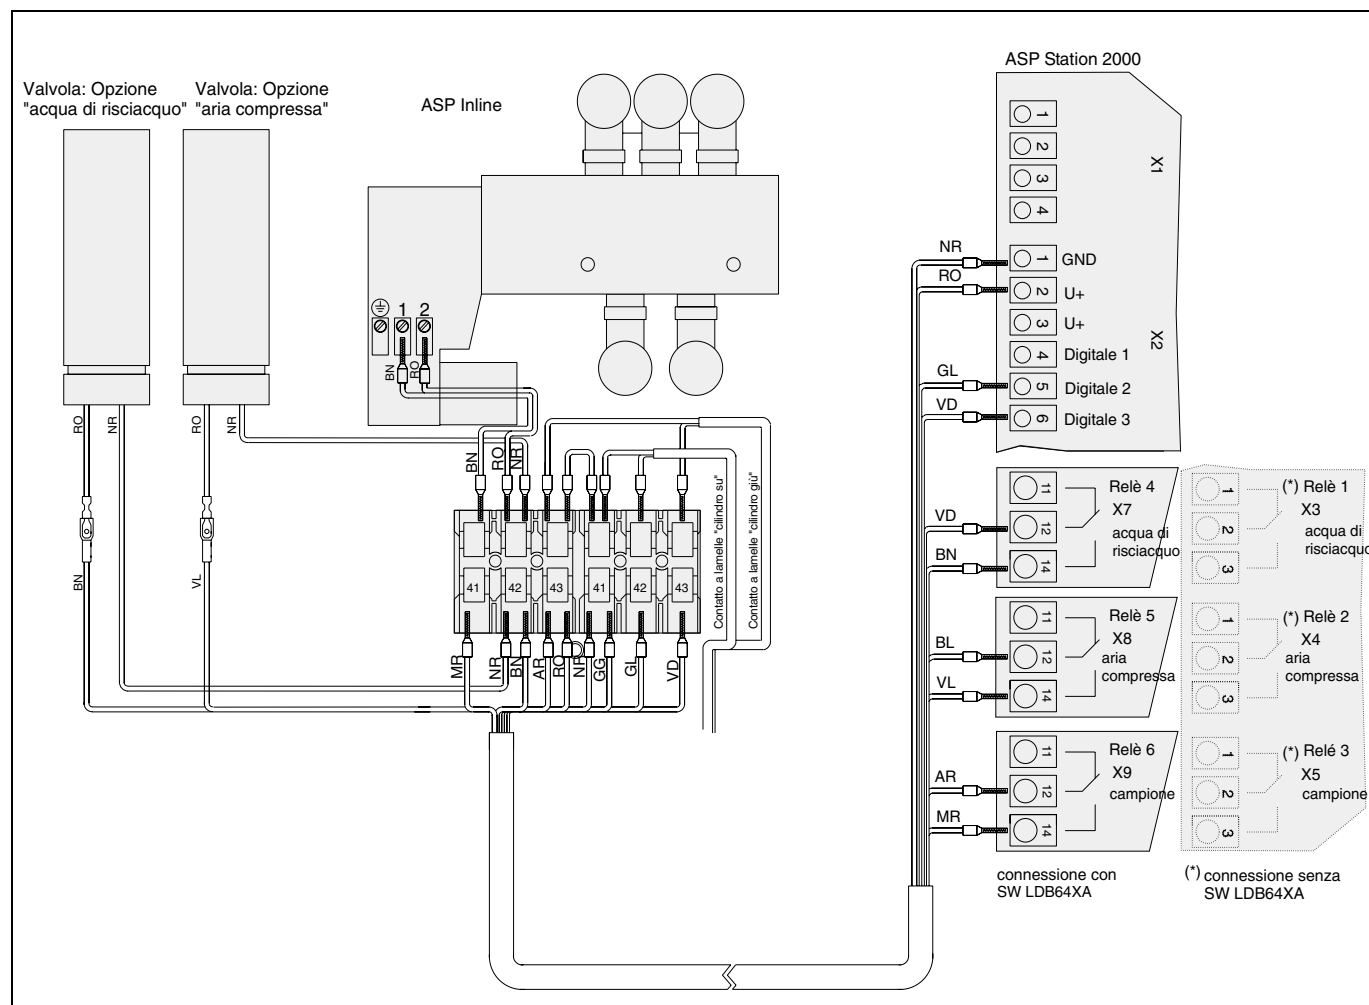
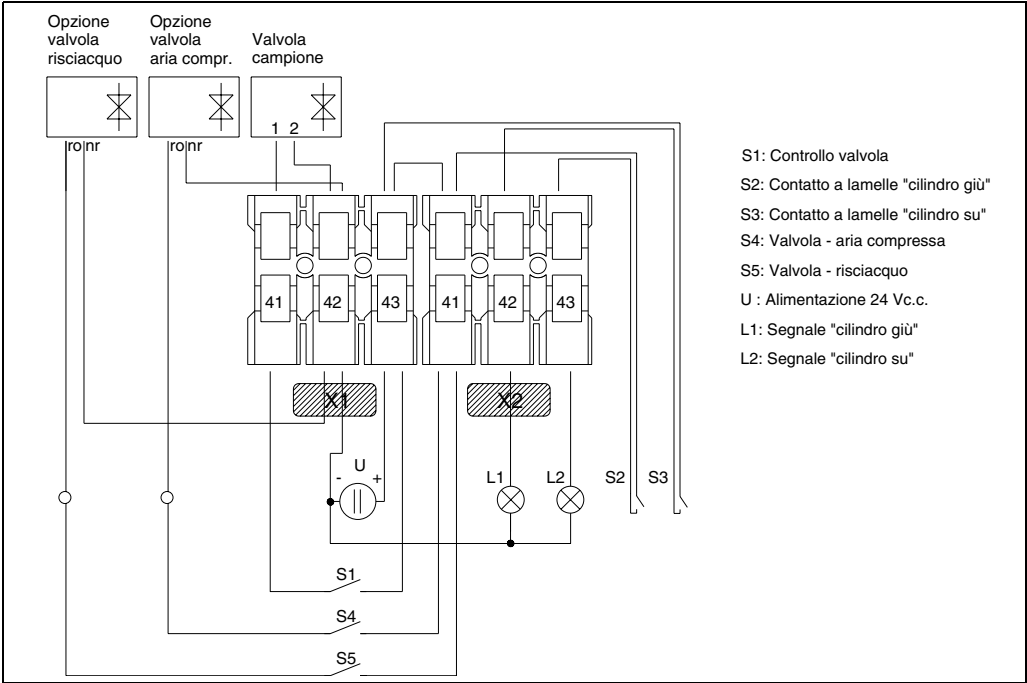

Fig. 7: Collegamento elettrico dell'armatura di campionamento ASP Inline con le opzioni "acqua di risciacquo e aria compressa" con l'ASP Station 2000
Fig. 8: Collegamento elettrico dell'armatura di campionamento ASP Inline con le opzioni "acqua di risciacquo e aria compressa" con un'unità di controllo PLC
2. Fare passare il cavo di controllo attraverso il pressacavo M16 x 1,5 (in basso a sinistra, → Fig. 7).
3. Collegare i morsetti come indicato in → Fig. 7 e → Fig. 8.